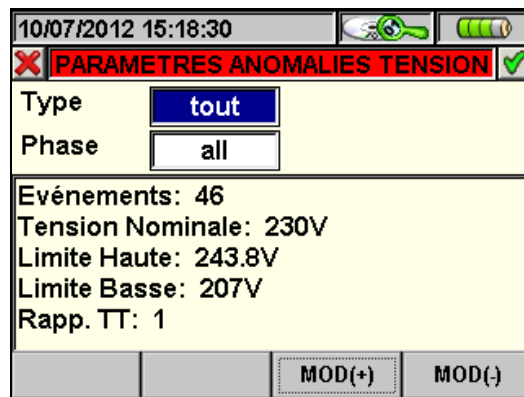

Fig. 123 : Paramètres Anomalies
- La touche **F2** (ou **PARAM** à l'écran) accède à la page qui montre les réglages effectués pour les Anomalies de Tension (Fig. 123).